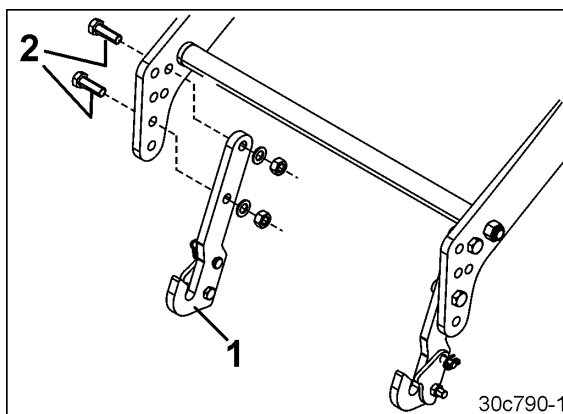

Fig. 88
1. Fest hver fangkrok (Fig. 88/1) med to skruer (Fig. 88/2) på løfterammen.